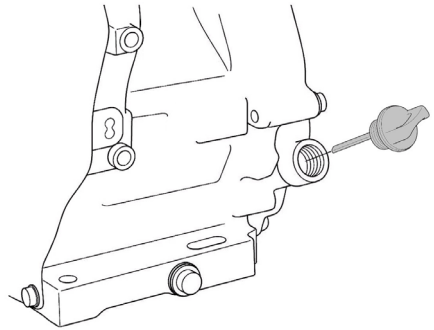

Рис. 7 Проверка уровня масла в картере
*Максимальный уровень масла в картере соответствует нижней кромке заливного отверстия (Рис. 7).*
4. Аккуратно извлеките щуп и осмотрите его. Уровень масла должен соответствовать верхней отметке на щупе. При недостаточном уровне масла в картере необходимо долить чистое масло до верхней отметки на щупе, что соответствует нижней кромке заливного отверстия (Рис. 7).